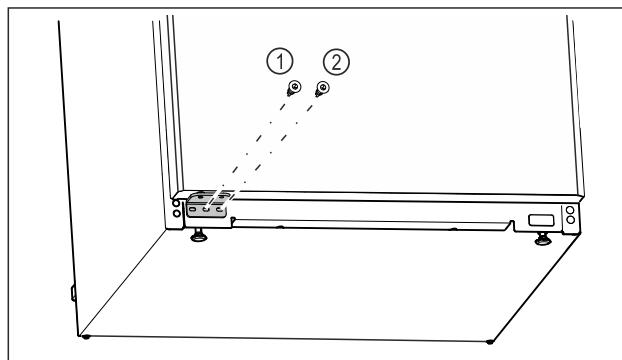

Fig. 18
- ▶ Затяните центральный винт опорного кронштейна Fig. 18 (1) отверткой Torx 20.
- ▶ Затяните внутренний винт опорного кронштейна Fig. 18 (2) отверткой Torx 20.